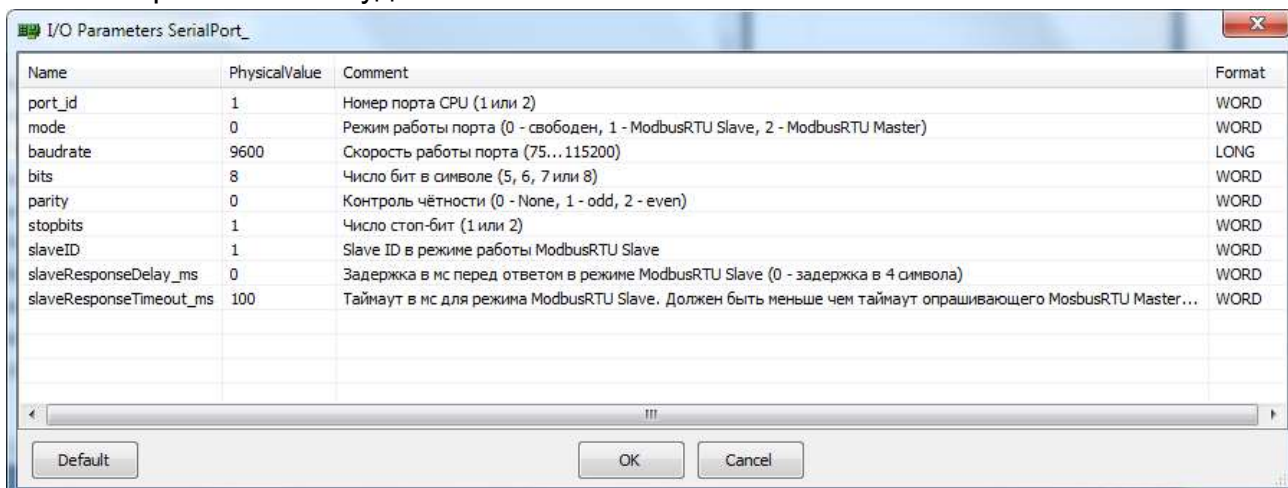
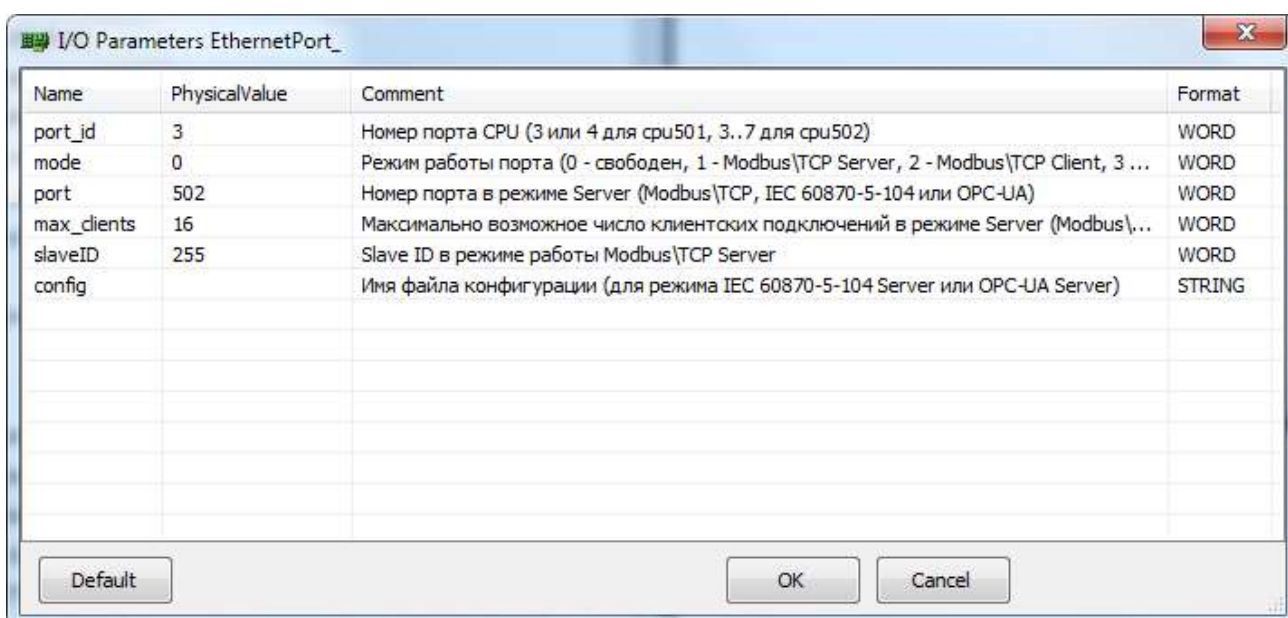

Рисунок 63 – Описание параметров устройства SerialPort\_ модуля CPU изделия
Рисунок 64 – Описание параметров устройства EthernetPort\_ модуля CPU изделия
1. Входное устройство порт последовательный (SerialPort\_) или Ethernet (EthernetPort\_), предназначенное для привязки Modbus-устройства к аппаратному порту модуля CPU. Данный канал имеет одну переменную-структуру типа CPUPortStatus (см. Рисунок 62), предназначенную для диагностики работы порта (см. Таблица 5). Через параметры этого простого устройства (см. Рисунок 63 и Рисунок 64) выполняется настройка физического порта модуля CPU.